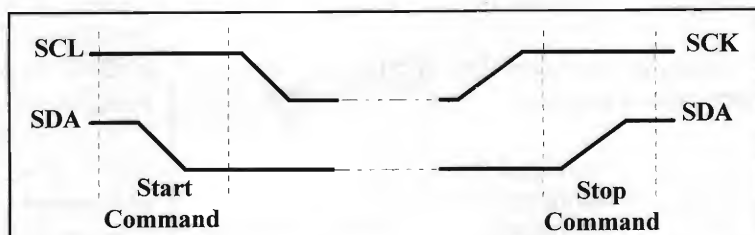

figura 3a - Comandi di Start e Stop per la EEPROM seriale 24C65.
Per comunicare con la EEPROM, il processore deve innanzitutto spedire il comando di START (vedi figura 3a): mentre la linea SCK è a livello logico 1, la linea SDA passa dal livello logico 1 a 0.
- 14) Finito di eseguire il DUMP dell'intera EEPROM seriale, la CPU genera la sequenza di STOP: con la linea SCK a livello 1, la linea SDA, inizialmente a 0, passa ad 1 (ancora figura 3a).